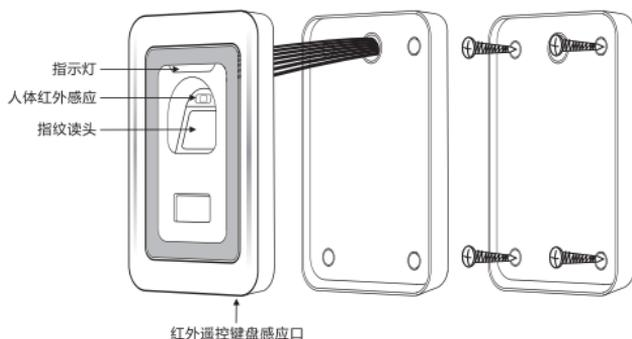

图 1 安装结构图
1. 在预定安装位置按后盖定位孔尺寸钻好孔，如图1。
4. 把前壳盖上，然后用专用螺丝刀及螺丝，将前后盖其固定在一起，如图1。